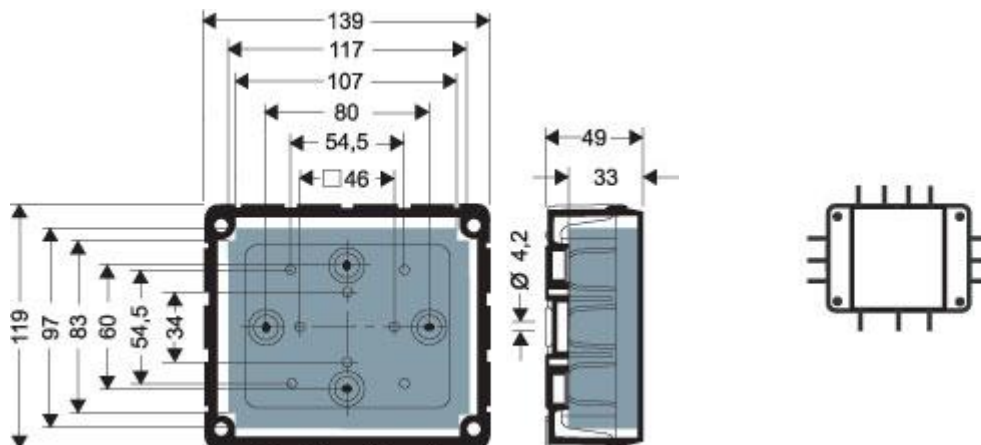

Рис.3.2
3.10. Внешний вид и основные размеры корпуса **BPOS882SUM** приведены на рис.3.2.